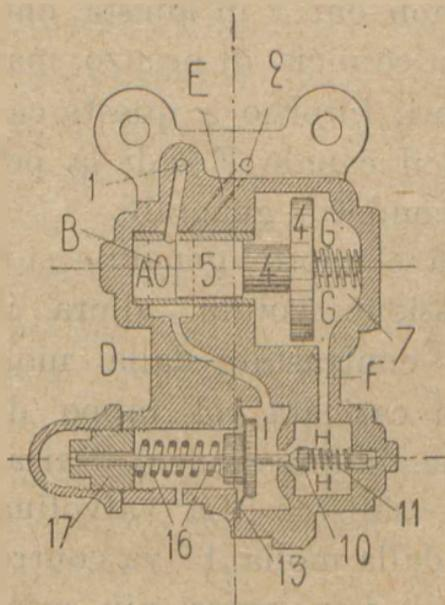

Fig. 15
28. Valvola regolatrice di alimentazione. — Le *Fig. 15* e *16* rappresentano questa valvola nelle sue due posizioni di apertura e di chiusura. Vediamo come funziona. Quando il rubinetto di comando è in IIª posizione, l'aria proveniente dal serbatoio principale viene mandata, a traverso il foro 1 e il condotto che sbocca nella camera A, a premere sullo